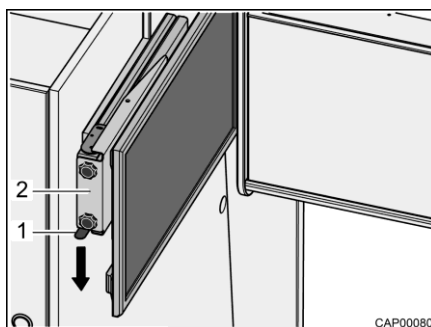

Bild 31 Auszug mit Flachbildschirm
- Rastfeder (Bild 31,1) nach unten drücken und Auszug (Bild 31,2) mit Flachbildschirm waagrecht in Richtung Fahrzeugmitte herausziehen.
- Auszug (Bild 31,2) mit Flachbildschirm waagrecht bis zum Anschlag schieben. Die Rastfeder (Bild 31,1) rastet hörbar ein.